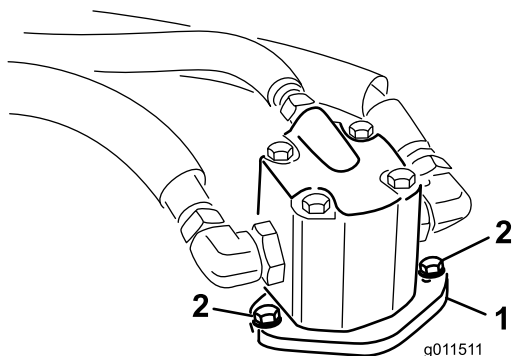

Figura 1
2. Retire los pernos que sujetan los motores hidráulicos a la carcasa (Figura 1).